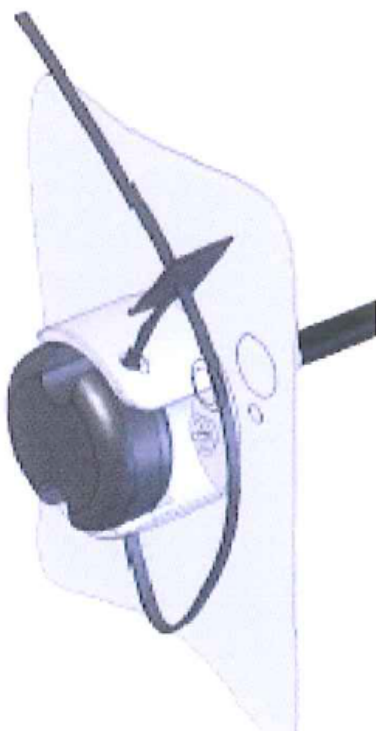

Fig. 29
Étape 7 : Avec la serrure fermée et le bouton aligné, installez le dispositif de scellement de sécurité (Fig. 29).